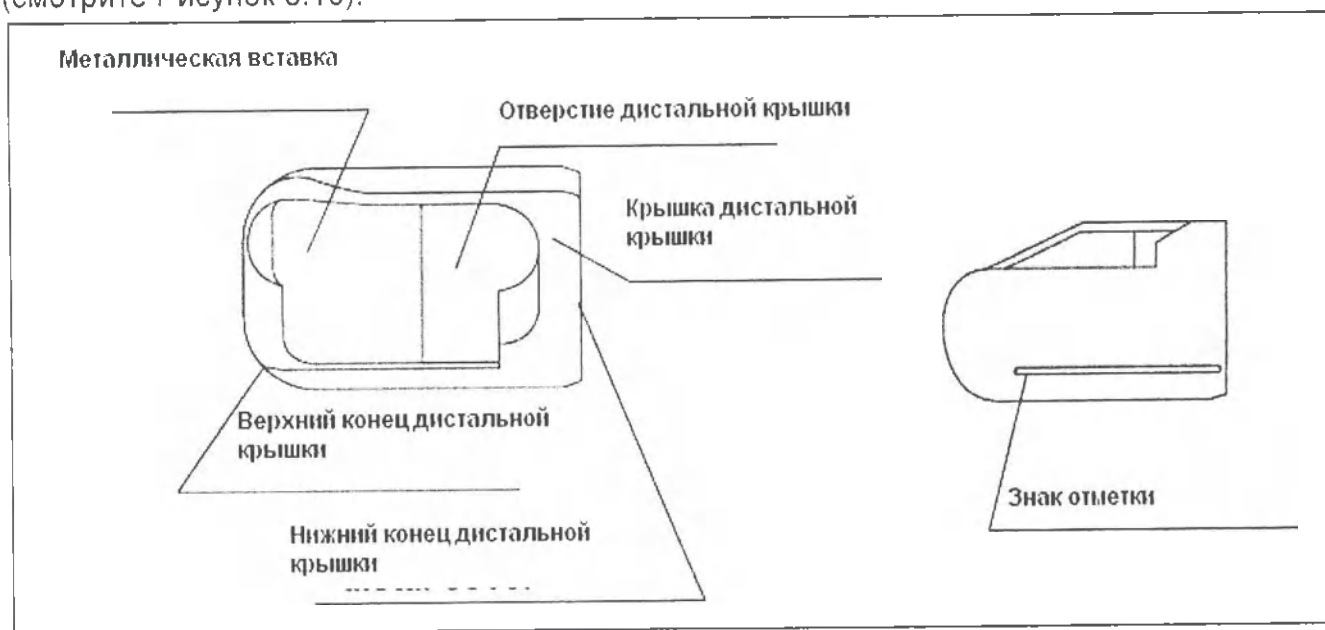

Рисунок 3.10
1. Визуально убедитесь, что металлическая вкладка целая внутри дистальной крышки (смотрите Рисунок 3.10).